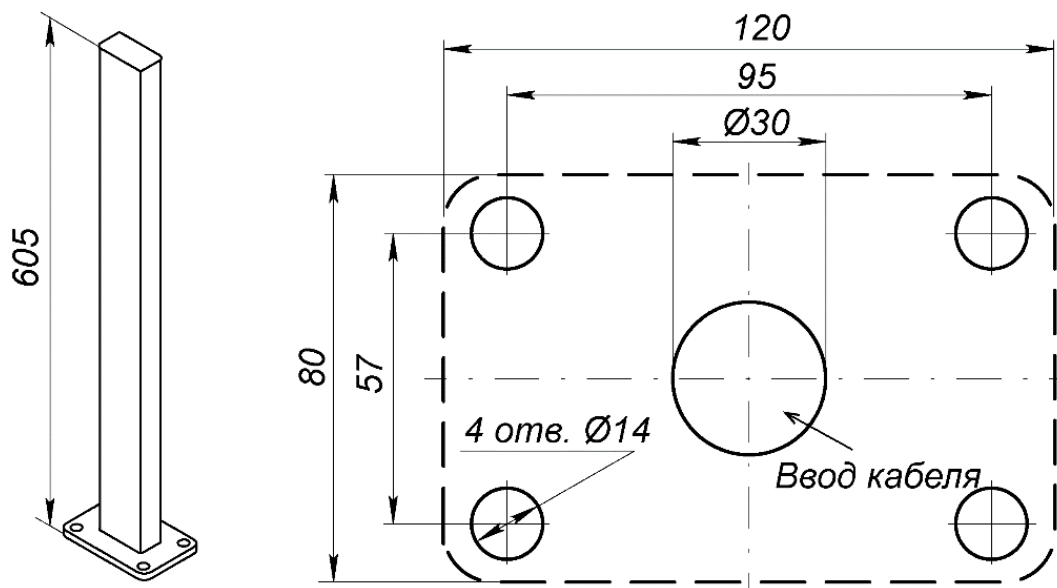

Рисунок 20. Внешний вид и схема разметки отверстий для установки стойки для фотоэлемента безопасности *PERCo-GDS1*
Фотоэлемент безопасности может устанавливаться на стойке **PERCo-GDS1** (входит в дополнительный комплект поставки) (см. рис. 20).
2. Выполните в установочной поверхности отверстия под гильзы анкеров в соответствии со схемой разметки (см. рис. 20), а также штробы для проводов питания и соединения при необходимости. Размер отверстий на схеме указан для анкеров типа PFG IH8 («SORMAT»), при использовании других типов анкеров необходимо выполнять отверстия соответствующих им диаметра и глубины.